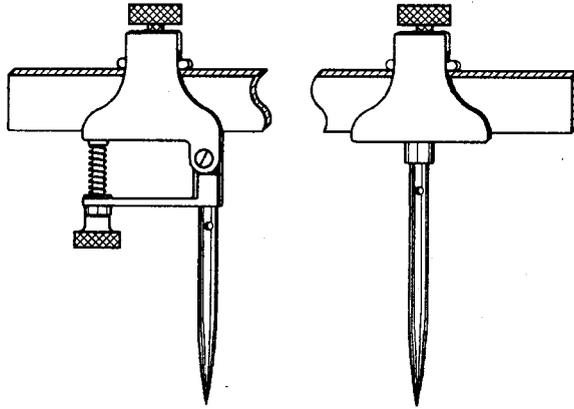

图 1-2 划线和划大圆圈的量规
④ 中心冲头 标记孔中心位置和切割线位置。
⑤ 两脚规或分规 用于划线、圆圈或划分出一系列的等间距。
⑥ 锉刀 用于锉去工件上要求尺寸之外的多余部分，或是锉去有害的锋口或毛刺。
⑦ 钢锯 用于精确的金属切割，虽然慢一些。
⑧ 皮（卷）尺 最常用的是长度 5~7m 的皮尺，也可用于测量弧形的工件表面。
⑨ 精密钢板尺 最常用的是长度 150~1000mm 的钢板尺。
⑩ 量角器 用于测量角度。
⑪ 量规 用于沿着金属焊缝划分适当的定位点或划线、圆圈，可划直径 6~12m 的大圆圈。划线和划大圆圈的量规如图 1-2 所示。